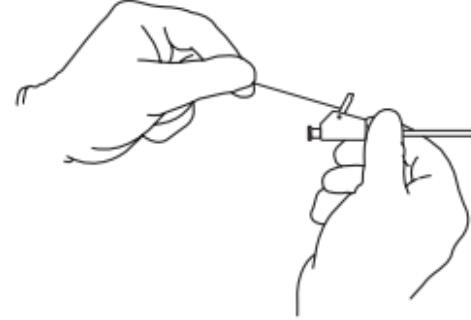

Fig. 1
- a. Stabiliser Mac-Loc-muffeenheten med den ene hånden, og trekk i suturen for at den distale stenten skal formes som en slynge. (Fig. 1)